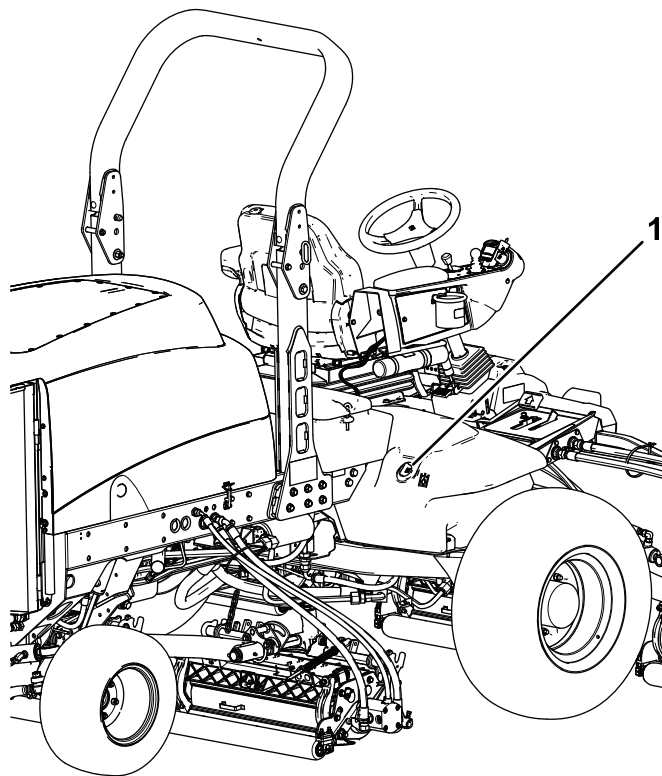

Figura 119
2. Pulite attorno al collo del bocchettone e del tappo del serbatoio idraulico (Figura 119).